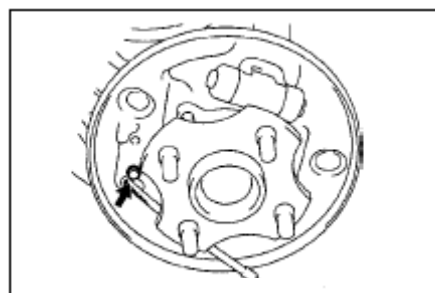
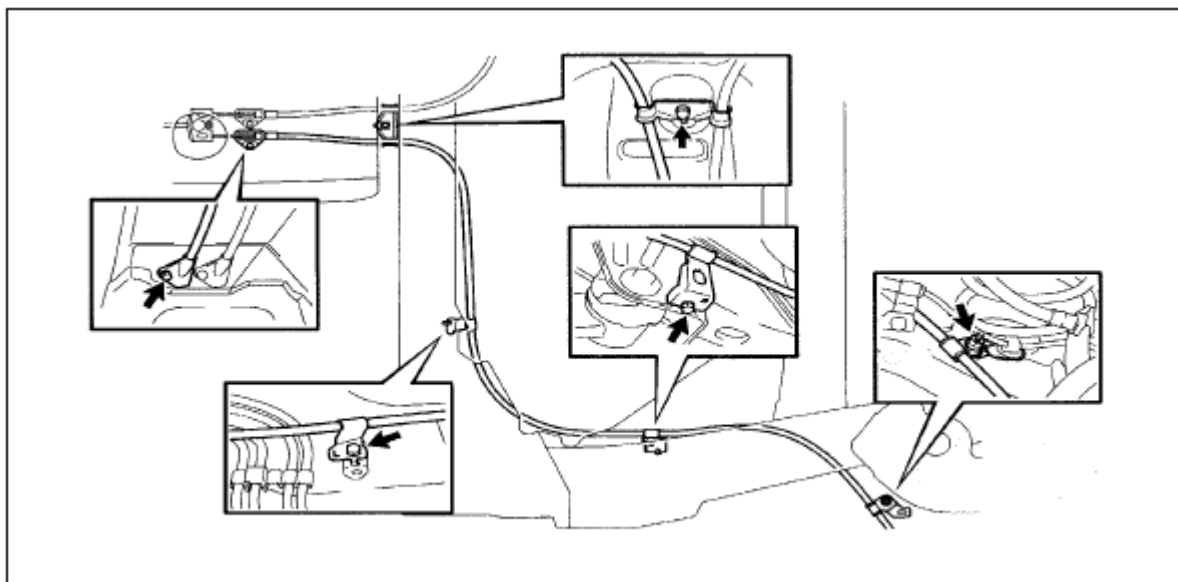

Рис. 318
Рис. 319
- (1) Открутите четыре болта на креплениях, чтобы снять детали троса стояночного тормоза(рис. 319) .
- (2) Отсоедините детали троса стояночного тормоза от переднего держателя стояночного тормоза, и снимите трос .
12. Снимите трос стояночного тормоза, выкрутив болт(рис. 318).
- (1) Установите трос стояночного тормоза на передний держатель тросов стояночного тормоза.
- (2) С помощью четырех болтов, установите детали троса стояночного тормоза на штатные крепления.(рис. 319)
14. Прикрепите оплетку троса стояночного тормоза к креплению тормозного механизма.(рис. 318)